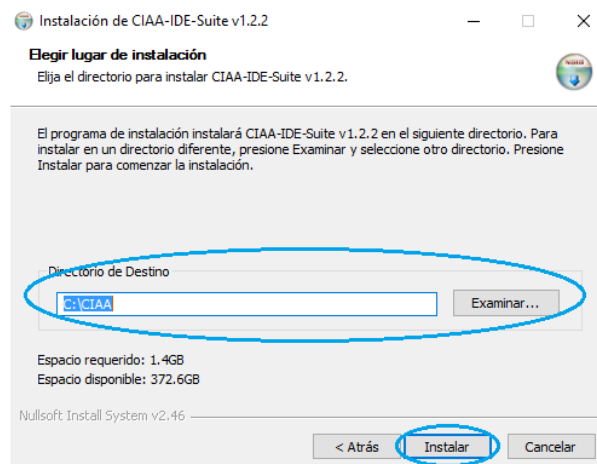

Figura 9: Elección de la ruta de instalación.
- **Paso 4:** A continuación debe establecerse la dirección en donde se desea instalar el entorno. La ventana que corresponde a este proceso se ilustra en la Figura 9. En caso de que se desee cambiar dicha dirección, debe tenerse la precaución de no elegir una dirección donde los directorios posean espacios en sus nombres. Es recomendable no cambiar la unidad de instalación, pues en los siguientes pasos del documento se utilizarán direcciones que harán referencia a esta carpeta de instalación, y si se modifica, se deberán cambiar consecuentemente dichas direcciones.